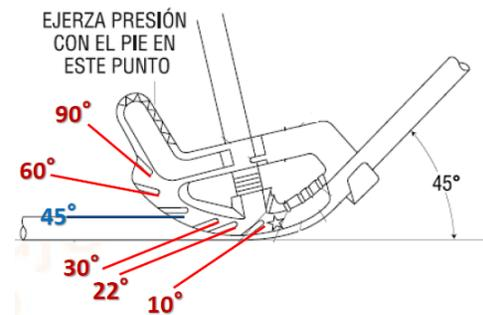

Figura 4. Doblaje en el piso
3. Pise sobre la dobladora tal como se muestra en la figura 4.